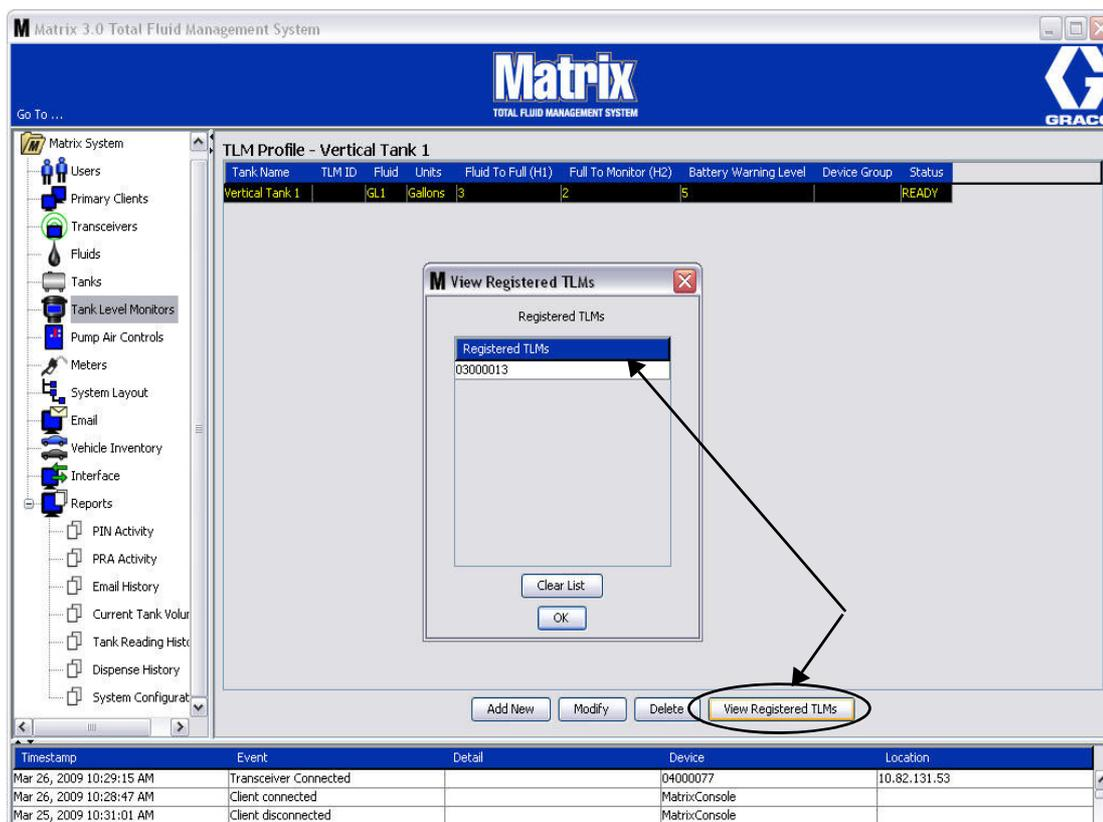

FIG. 110
8. Il pulsante Clear List (Cancella elenco) rimuove tutti i TLM registrati dal sistema (FIG. 110). Questi TLM dovranno essere registrati nuovamente con il PC Matrix. Vedere il manuale di istruzioni TLM per istruzioni complete sulla registrazione TLM.